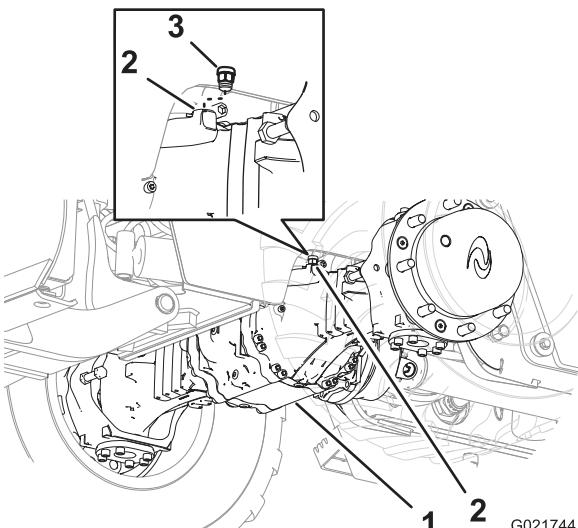
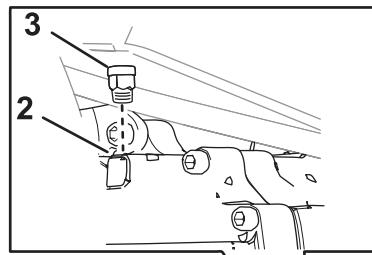

Figure 75
Figure 76
1. Nettoyez la surface autour des évents avec un solvant de nettoyage (Figure 75 et Figure 76).
2. Retirez l'évent du pont avant (Figure 75).
3. Retirez l'évent du pont arrière (Figure 76).
6. Remettez l'évent en place dans le pont avant (Figure 75).
7. Remettez l'évent en place dans le pont arrière (Figure 76).